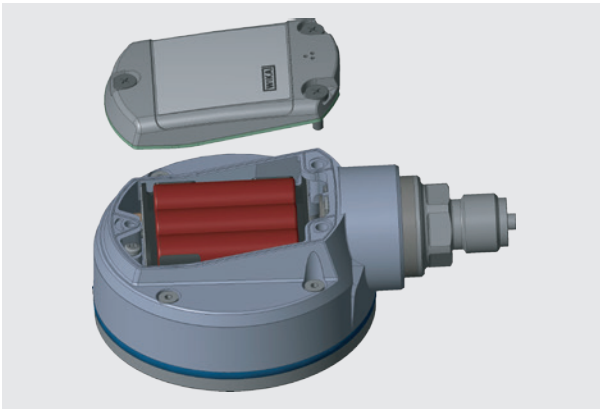

Abb. 1 - Position des Batteriefachs
2. Die drei Schrauben des Batteriefachs lösen siehe Abb. 1 „Position des Batteriefachs“.